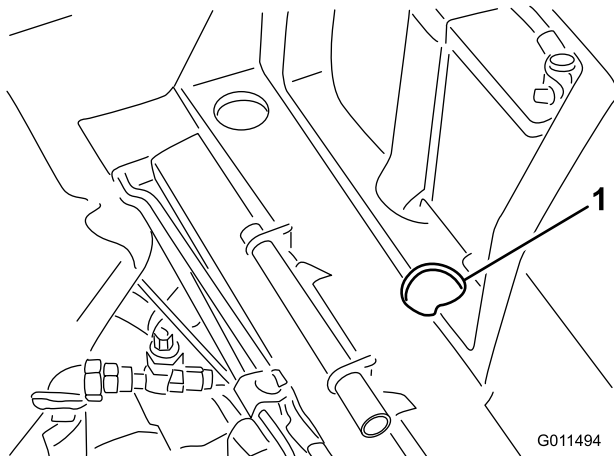

Figure 31
1. Soulevez le siège et enlevez le couvercle de la batterie. La vanne de dérivation se trouve devant la batterie (Figure 31).